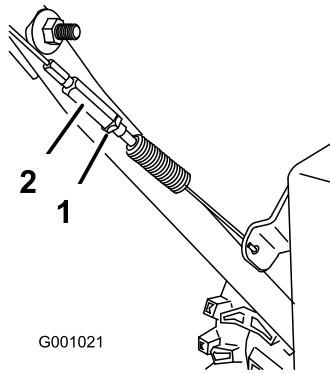

Figure 27
3. Resserrez l'écrou de blocage (Figure 27).